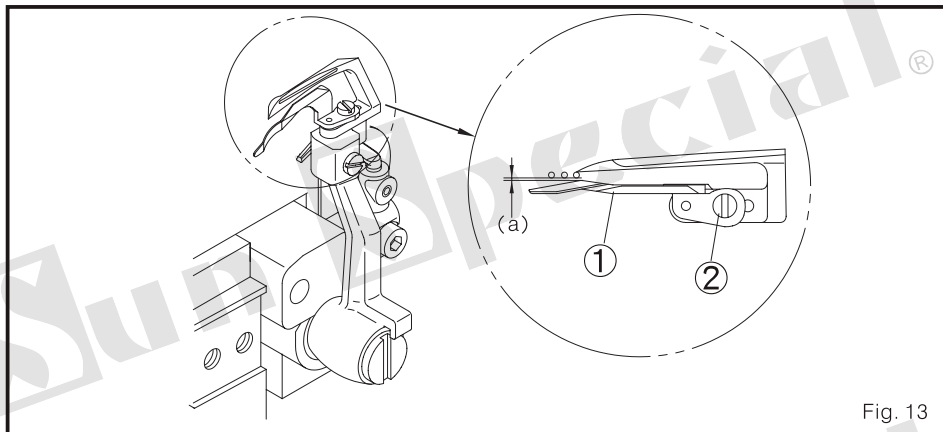

Fig. 13
(1) quando o looper move do ponto mais à direita para o ponto, mas à esquerda, a rota da gorjeta do looper isto na parte posterior da agulha, como também a rota do protetor dianteiro da agulha 1 isto na parte dianteira da agulha. O espaço (1) é de 0.2-0.3 mm. (Fig. 13)
(2) ajustar, por favor, solte o parafuso 2 e o protetor de agulha movimento 1 de atrás para frente